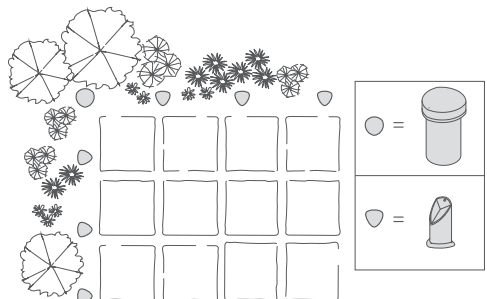

Figura 1
- Cada altavoz de bolardos cubrirá una zona de escucha de aproximadamente 50-150 pies cuadrados (15-45 m²). Asegúrese de utilizar suficientes bolardos de la serie BL para obtener la cobertura y el volumen adecuados. Ver el diseño de ejemplo en la figura 1.